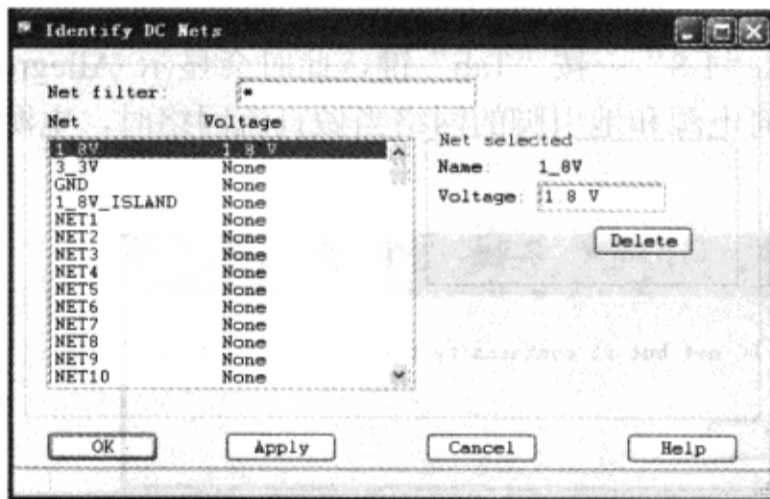

图 10-7-10 指定电压
(3) 双击“Voltage”栏中的“None”，输入“1.8”→按“Tab”键，此时网络的直流电压特性为 1.8V，如图 10-7-10 所示。